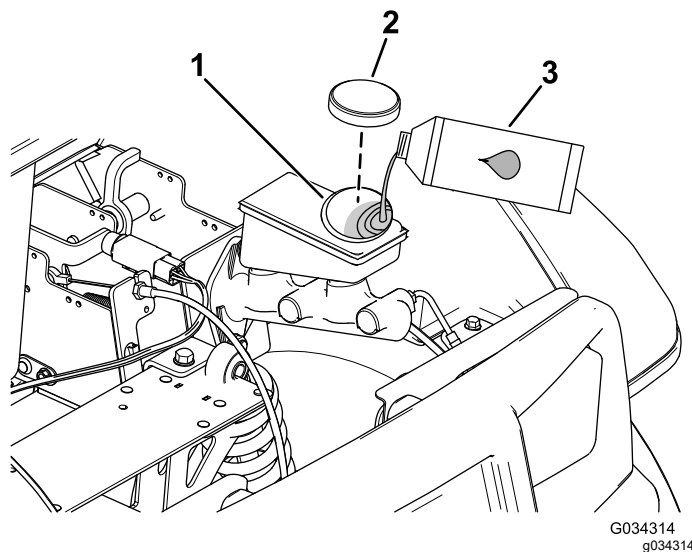

Figura 64
4. Eleve novamente o capot para obter acesso ao cilindro principal do travão e reservatório (Figura 64).
- A. Limpe a zona em redor da tampa do reservatório e retire-a (Figura 64).
- C. Coloque a tampa do reservatório (Figura 64).